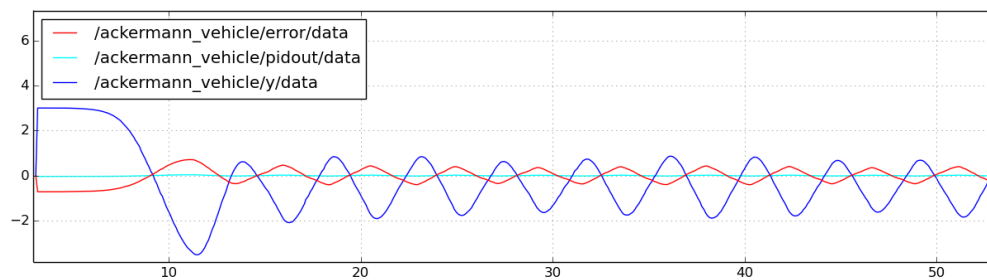

Abbildung 3: P-Regler (oszillierend)
- b) Das System oszilliert bei $K_{p_k} = 0.05$. Abbildung 3 zeigt ferner, dass die Periodenlänge t in etwa $t = 4$ ist. Nach Ziegler/Nichols ergeben sich somit die Regelanteile zu: